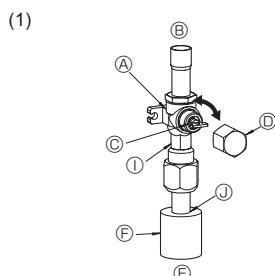
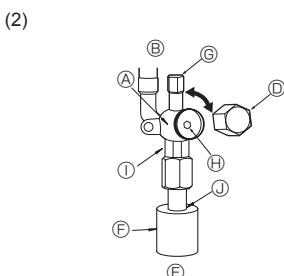

Fig. 4-6
Fig. 4-7
- Gaz tarafı (Fig. 4-6)
- ① Kapağı çıkarın, kolu kendinize doğru çekip saat yönünün tersine 1/4 devir çevirerek açın.
- ② Stop valfinin tamamen açık olduğundan emin olun, kolu içeri itin ve başlığı çevirerek tekrar ilk konumuna getirin.
- Sıvı tarafı (Fig. 4-7)
- ① Başlığı çıkarın ve 4 mm'lik bir altigen somun anahtarıyla vana çubuğuğu gidileceğii yere kadar saat yönünün tersine döndürün. Tampona dayanınca döndürmeye son verin.